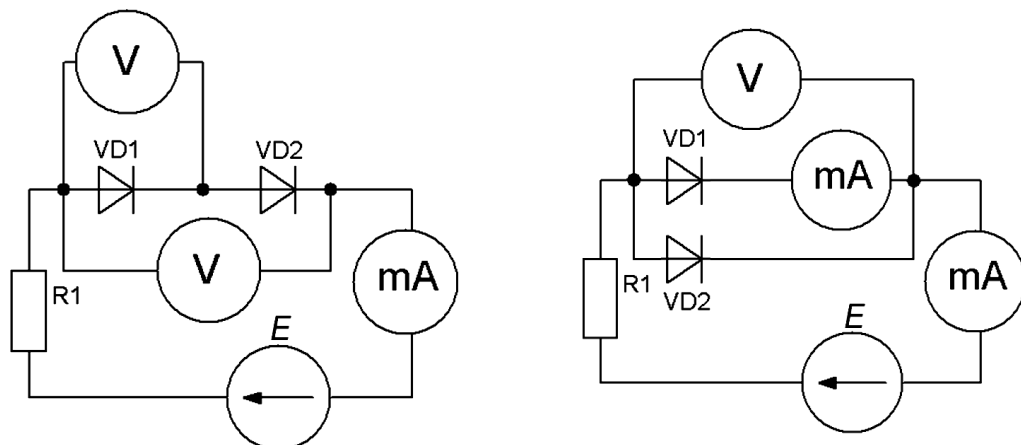

Рисунок 1 – Схемы экспериментов
1. Собрать схему последовательного соединения нелинейных элементов (НЭ). В качестве НЭ использовать диоды рисунок 1.
5. Собрать схему параллельного соединения нелинейных элементов рисунок 1.